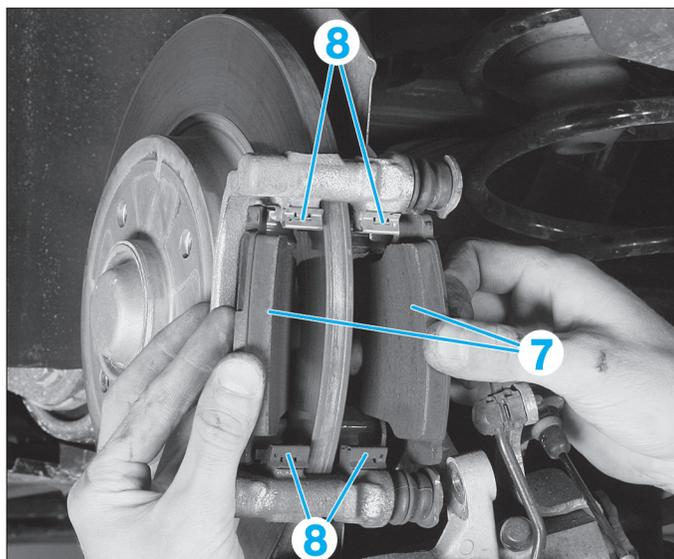

Fig. 22
- les plaquettes de frein (7) (Fig.22),
- les ressorts antibruit (8).